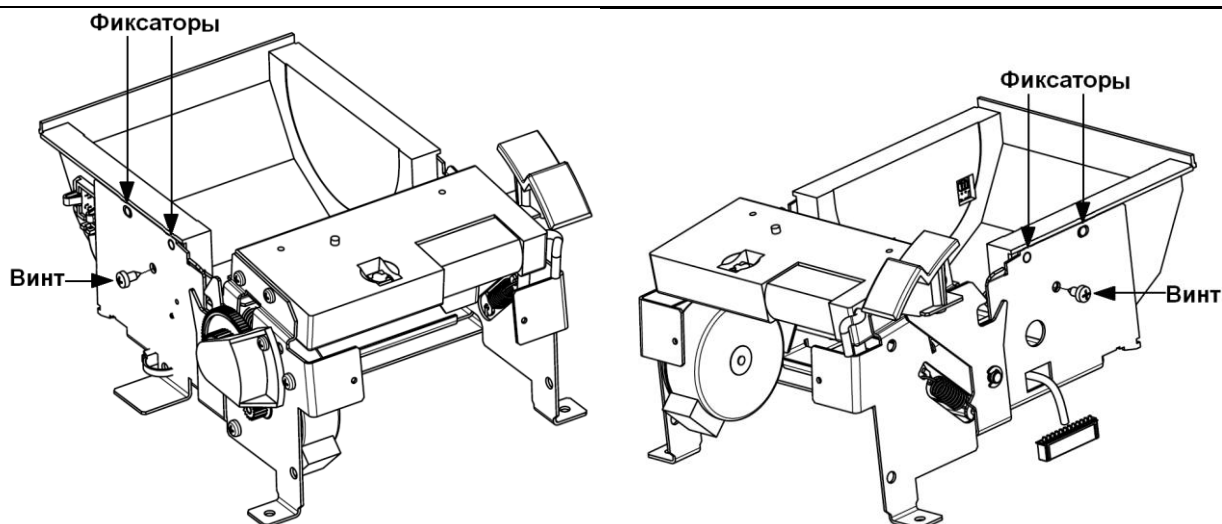

Рисунок 10 Освобождение отсека рулона чековой ленты.
1. Освободите отсек рулона чековой ленты, открутив 2 винта по бокам, и отжав фиксаторы крепления отсека (Рис.10).